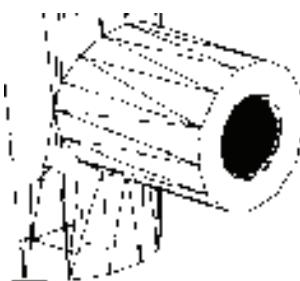

图 10-177 差集处理
25) 布尔运算处理。单击“实体编辑”工具栏中的“差集”按钮 ，从主体中减去上一步绘制的扫掠实体，结果如图 10-177 所示。